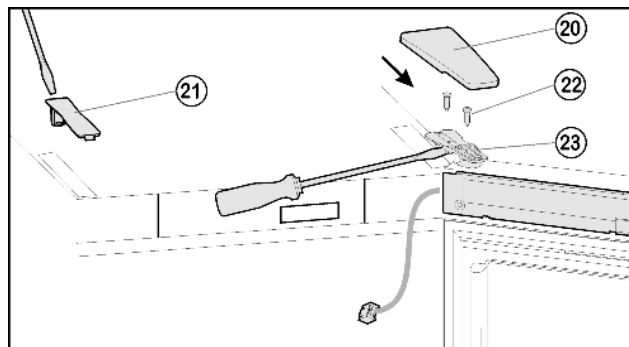

Fig. 8
- ▶ Вытяните крышку Fig. 8 (20) вперед и снимите крышку Fig. 8 (21).
- ▶ Отпустите винты Fig. 8 (22).
- ▶ Снимите дверцу вместе с опорным кронштейном Fig. 8 (23) и кабелем вверх. Для снятия, возможно, понадобится осторожно подцепить опорный кронштейн снизу шлицевой отверткой.